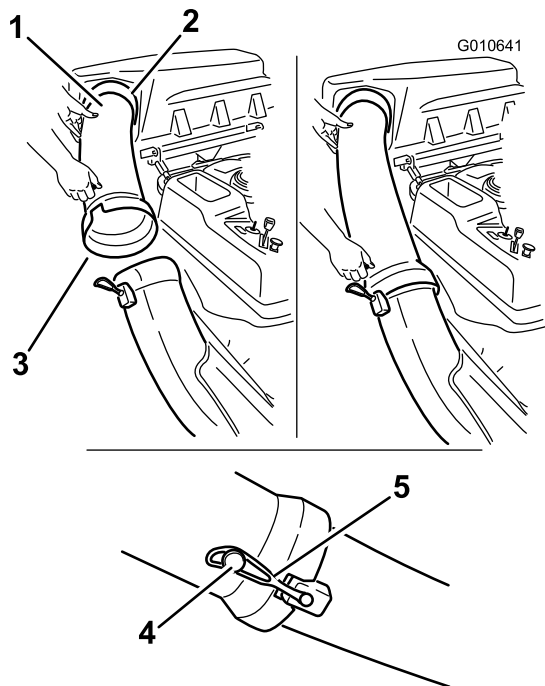

図 19
1. 排出チューブの湾曲した方の端部をバガートップの開口部に差し込む 図 19。
2. 排出チューブの広口側端部をシュートに接続する。シュートに付いているゴム製のストラップを排出チューブのペグに止めて固定する 図 19。